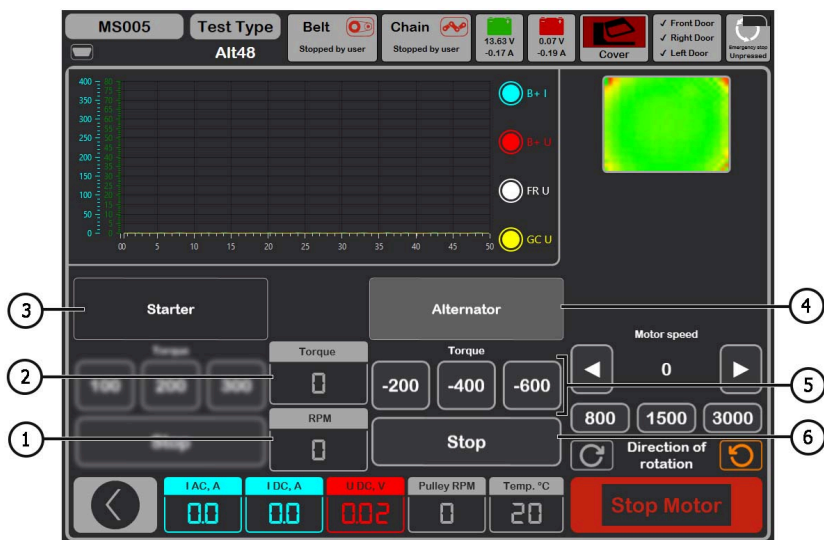

Рисунок 28. Меню режима проверки генератора 48В.
В режиме диагностики генераторов 48 В (рис. 28) на экране может отображаться следующая отличительная информация:
6.1. Последовательно увеличивайте или уменьшайте момент сопротивления (поз. 5 рис. 28). При этом значение тока «I DC, A» должно также пропорционально увеличиваться или уменьшаться.
6.2. Кнопкой «Stop» (поз. 6 рис. 28) остановите режим проверки.
7.2. Кнопкой «Stop» (поз. 6 рис. 28) остановите режим проверки.